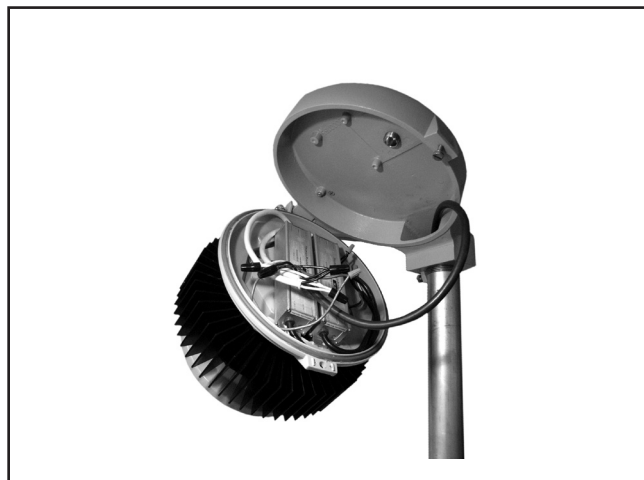

Figure 2.
3. Suspendez le luminaire DEL au crochet de la charnière du couvercle du module (Figure 2.).